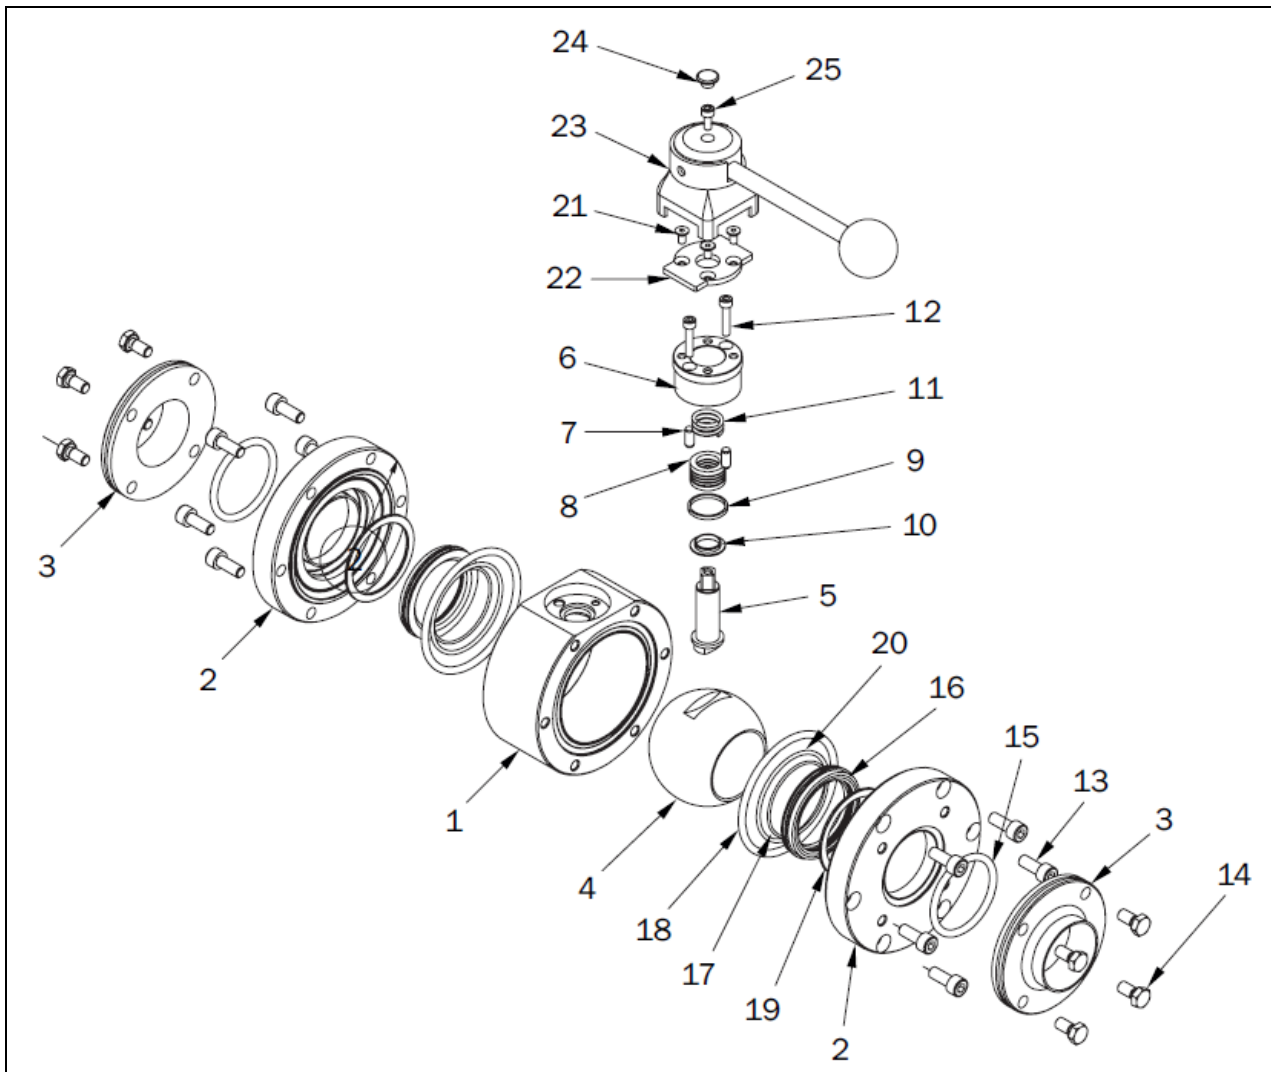
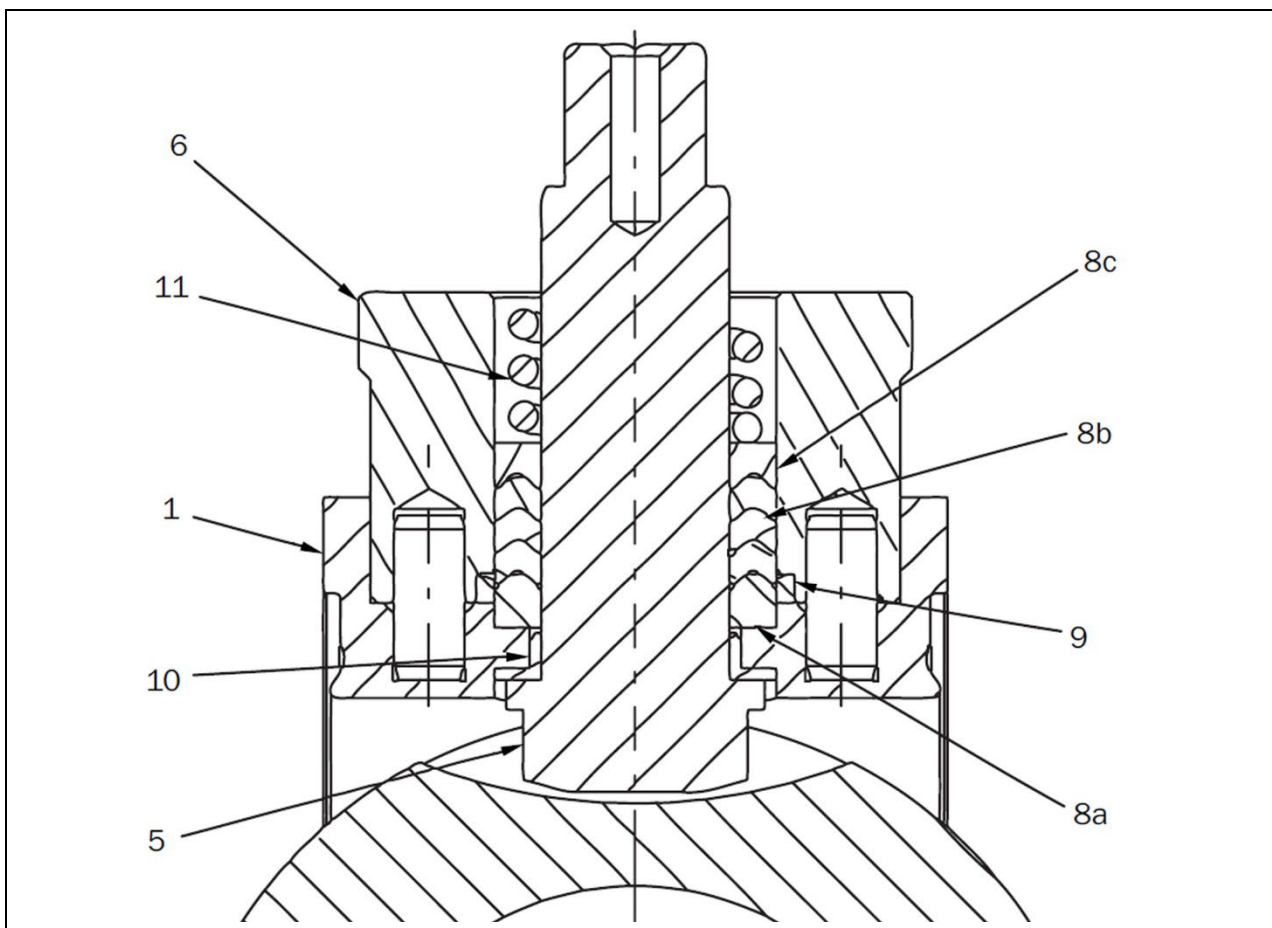
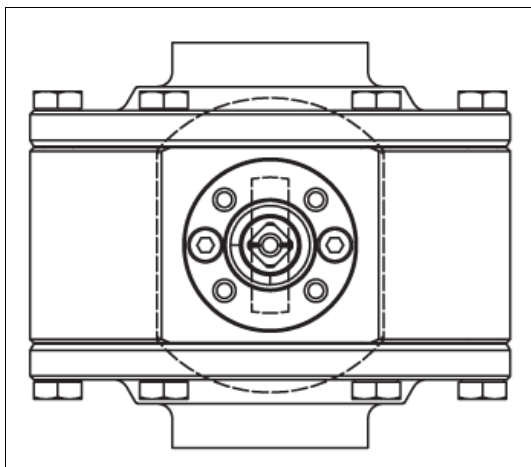

Abb. 6-1: Aufbau Kugelventil mit Handgriff
Abb. 6-4: V-Dichtringsatz
Abb. 6-6: Stellung Kugel
- Lösen Sie die Schrauben (Abb. 6-1, Pos. 14) an den Flanschen mit Schweißende (Abb. 6-1, Pos. 3).
- Entfernen Sie die O-Ringe (18) aus den Flanschen.
- Entfernen Sie die PTFE-Dichtringe (16) zusammen mit den O-Ringen (17) und (20) zum Schluss den Rechteckring (19).
Lösen Sie die Schrauben (Abb. 6-1, Pos. 14) an den Außenflanschen (Abb. 6-1, Pos. 3).
Achten Sie beim Einschweißen in die Rohrleitung auf die korrekte Positionierung der Befestigungsbohrungen und planparallele Ausrichtung der Flansche (Abb. 6-1, Pos. 3).
Positionieren Sie den Ventilkörper zwischen die Außenflansche. Achten Sie darauf, dass die O-Ringe nicht abgesichert werden und verschrauben Sie die Flansche mit den Schrauben (Abb. 6-1, Pos. 14) fest mit dem Gehäuse.
- Lösen Sie die Anschlussverschraubungen direkt am Kugelventil bei Ausführung G/G, G/KM oder die Sechskantschrauben (Abb. 6-1, Pos. 14) bei Ausführung ZFA, DIN 11864-2.
Lösen Sie alternativ die Sechskantschrauben (Abb. 6-1, Pos. 14).
- Je nach Ausführung lösen Sie die Nutmutter der Verschraubungen oder lösen Sie die Schrauben. (Abb. 6-1, Pos. 14) bei ZFA, bei Schweißenden (Abb. 6-1, Pos. 13).
- Lösen Sie die Schrauben (Abb. 6-1, Pos. 14, Ausführung ZFA) und entfernen Sie die Innenflansche.
- Drehen Sie die Kugel (Abb. 6-1, Pos. 4) in Stellung geschlossen.
- Entfernen Sie die PTFE-Dichtringe (Abb. 6-1, Pos. 16), die O-Ringe (Abb. 6-1, Pos. 17 und 18) und den Rechteckring (Abb. 6-1, Pos. 19).
- Ziehen Sie die Spindel (Abb. 6-1, Pos. 5) nach unten aus dem Gehäuse.
- Entfernen Sie das Gleitlager (Abb. 6-1, Pos. 10).
- Entfernen Sie das V-Dichtringsatz (Abb. 6-1, Pos. 8) und den Dichtring (Abb. 6-1, Pos. 9).
- Reinigen Sie die Kugel einschließlich der Nut (Abb. 6-1, Pos. 4).
- Fetten Sie die Dichtungen (Abb. 6-1, Pos. 18, 20) mit zugelassenem Fett leicht ein.
- Setzen Sie zuerst das Gleitlager (Abb. 6-1, Pos. 10) und dann die Spindel (Abb. 6-1, Pos. 5) von innen, dann das V-Dichtringsatz (Abb. 6-1, Pos. 8) von außen zwischen Spindel (Abb. 6-1, Pos. 5) und Spindeldom (Abb. 6-1, Pos. 6) ein.
1. Druckring unten (Abb. 6-4, Pos. 8a)
2. V-Ringe mit der Öffnung nach unten (Abb. 6-4, Pos. 8b)
3. Druckring oben (Abb. 6-4, Pos. 8c)
- Platzieren Sie die Druckfeder (Abb. 6-4, Pos. 11) oberhalb des V-Dichtringsatz (Abb. 6-1, Pos. 8).
- Legen Sie den O-Ring (Pos. 20) und den Rechteckring (Pos. 19) in die entsprechende Nut des Kugelventil-Innenflansches (Abb. 6-1, Pos. 2).
- Setzen Sie den Gegenflansch vorsichtig, ohne die Dichtung (Abb. 6-1, Pos. 7) zu beschädigen, auf den Flansch auf.
- Montieren Sie das Arretierblech (Abb. 6-1, Pos. 22) mit den Senkschrauben (Abb. 6-1, Pos. 21). Dabei muss das Blech in Richtung Ventil gedrückt werden, damit die Feder vorgespannt wird.
- Drehen Sie die Spindel (Abb. 6-4, Pos. 5) so, wie in Abb. 6-4 und Abb. 6-6 dargestellt.
- Schrauben Sie einen Flansch mit den Schrauben (Abb. 6-1, Pos. 13) gleichmäßig über Kreuz fest.